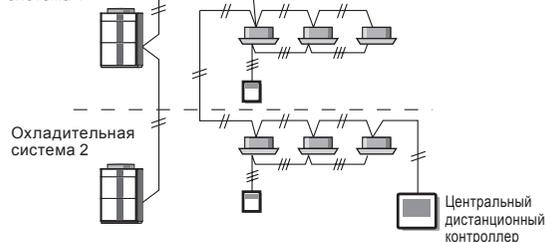

Рис. 2
- Клеммная колодка для отводного кабеля обмена данными (Приобретается на месте) (Рис. 2)